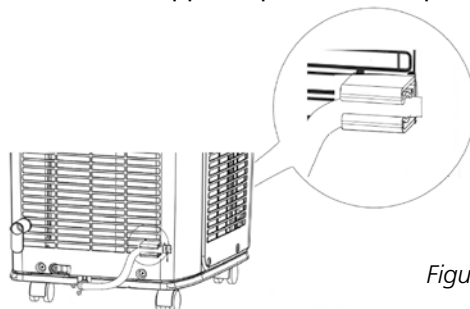

Figura 22
- 4 Se il tubo non viene utilizzato per lo scarico dell'acqua di condensa, inserire il tubo nel supporto per evitare le perdite (vedere la figura 22).